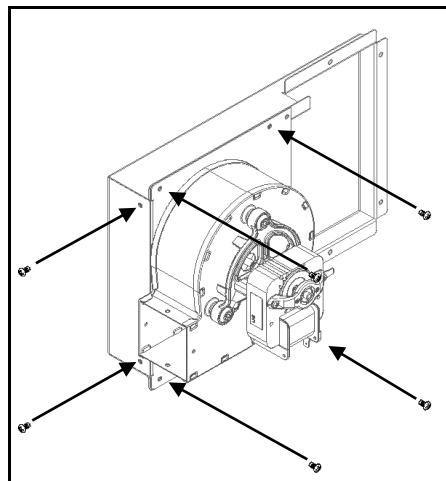

Figura 124 - Fixação apoio com o ventilador
c) Apertar o conjunto da Figura 124 na face lateral da câmara de combustão utilizando 6 parafusos **A** (DIN 7981 FA 4,2x13) nos furos preparados para o efeito.